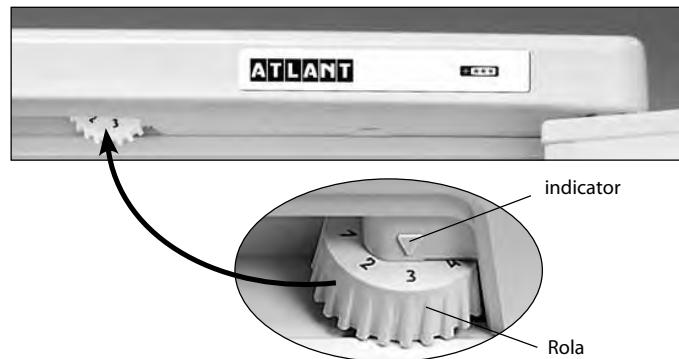

Figura 3 – Controlul temperaturii
1.5 Organ de regulare a temperaturii în conformitate cu figura 3 este rolul de regulare a temperaturii (în continuare – rol). Rolul se roteste în sensul acelor de ceasornic și invers acelor de ceasornic și are diviziuni cu cifre notate și se instalează la diviziunea selectată. Diviziunea cu marcarea la "1" corespunde temperaturii cea mai ridicată (răcirea cea mai mică) în camera, la diviziunea "7" – cea mai joasă (cea mai mare răcire). Diviziunea rolului trebuie instalată sub indicator la regularea temperaturii.
Deschideți ușa SF și setați rolul la diviziunea "2." Închideți ușa SF. Pe viitor, pentru a selecta temperatură optimă pentru depozitarea alimentelor în secțiune trebuie regulați temperaturile cu ajutorul rolului, așa cum se arată în figura 3. În cazul în care, după regulare sau în urma schimbării condițiilor de exploatare, compresorul a început să lucreze continuu, este necesar de a rota lent rolul în direcția de micsorare până la un clic a regulatorului de temperatură. După regulare, temperatura în frigidier se menține în mod automat.